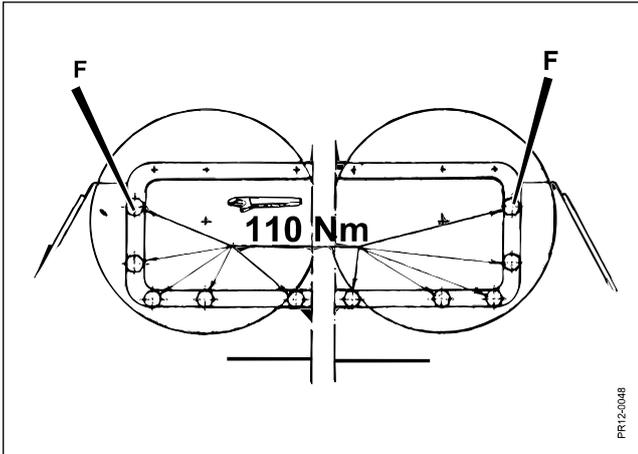

Fig. 5-4
**Fig. 5-4** Um zerstörende Erschütterungen in dem Schneidwerk zu vermeiden muß den Mähbalken korrekt festgespannt sein. Die 4 Bolzen **F** in jeder Seite wird mit dem Moment **110 Nm** (11Kpm) angezogen.